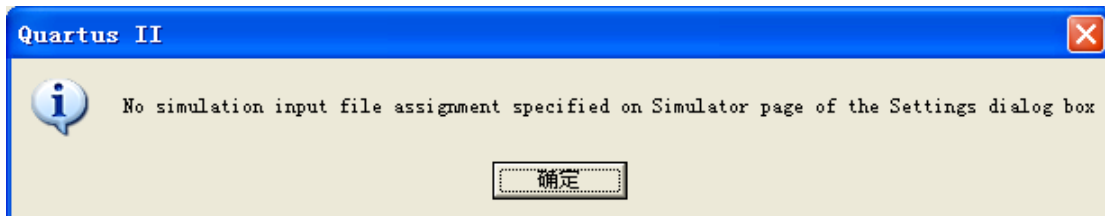

图 3-30 未生成网表错误
18. 波形文件生成后，直接点击仿真按钮会提示错误，见图 3-30，这是因为没有先产生功能仿真网表。